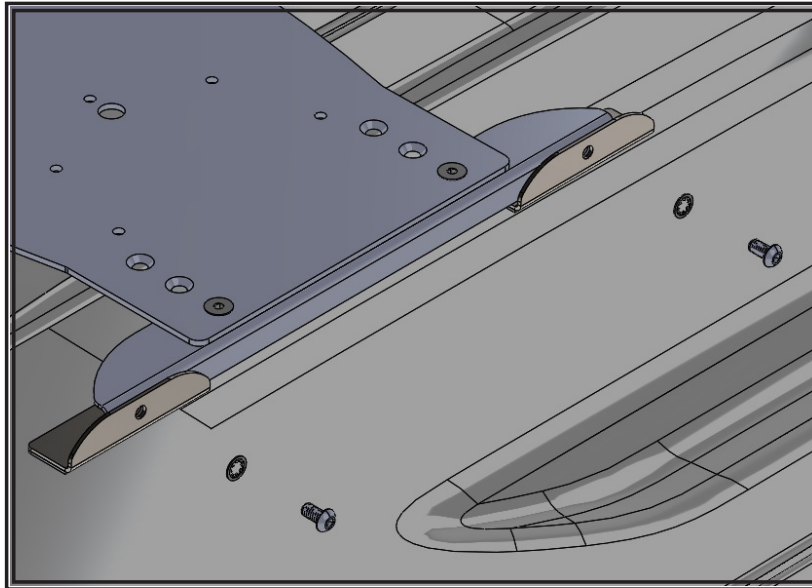

Figure 5
4. Retirez les 4 vis à tête ronde de 6,4 mm-20 (1/4 po-20) et les rondelles en étoile du support de montage et mettez-les de côté. Retirez l'ensemble de plaque (avec les supports toujours fixés) du toit du véhicule et mettez-le de côté; Voir la Figure 5.